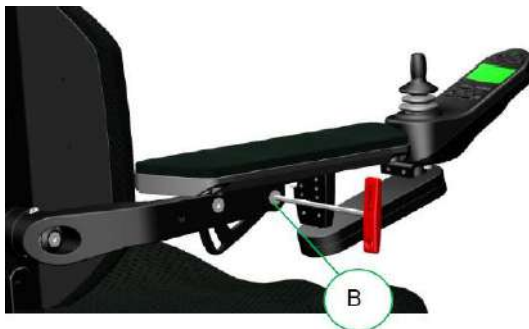

Figura 11-24
- Paso 1: Afloje los tornillos del reposabrazos (B), usando una llave Allen de 5 mm. No los saque, sólo aflójelos. (Figura 11-24)